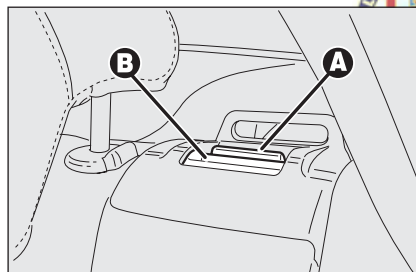

fig. 6
- ☐ sollevare la leva **A-fig. 6** di ritegno schienale per sbloccare rispettivamente la porzione sinistra o destra dello schienale e ribaltare quest'ultimo in avanti. Il sollevamento della leva è evidenziato da una "banda rossa" **B**.
AVVERTENZA Il corretto aggancio dello schienale è garantito dalla scomparsa della “banda rossa” **B**-fig. 6 presente di fianco alle leve **A** di abbattimento schienale. Tale “banda rossa” indica infatti il mancato aggancio dello schienale. Nel riportare lo schienale in posizione di utilizzo accertarsi dell’aver avuto aggancio fino a percepire lo scatto di blocco.